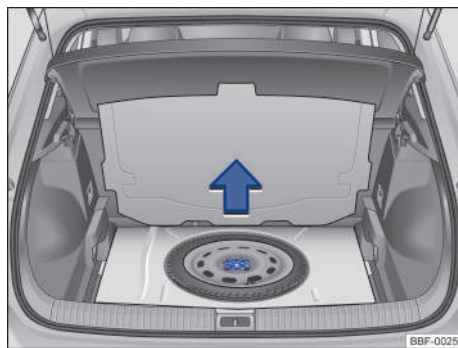

Fig. 150 En el maletero, por debajo del revestimiento del piso: rueda de emergencia y herramientas de a bordo.
Las herramientas de a bordo y la rueda de emergencia están ubicadas en el maletero, debajo de la alfombra → fig. 150.
- Levantar el revestimiento del maletero → fig. 150.